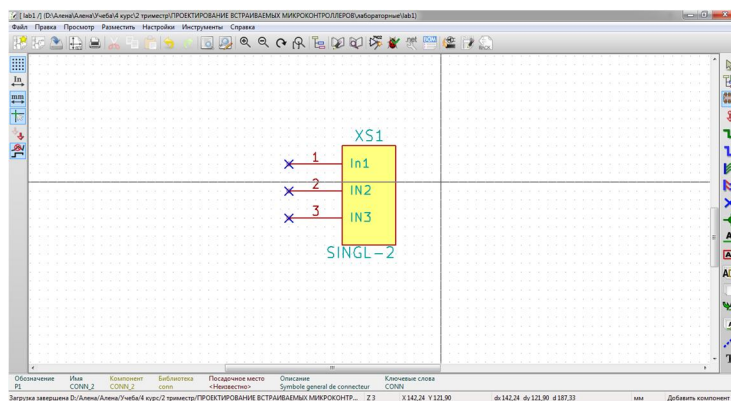

Рисунок 7 – Встановлення прапора «не пов'язано»
29. Натисніть на іконку Розмістити прапор «не пов'язано» в правій інструментальній панелі. Натисніть на висновки 1,2,3. На них з'явиться X, що означає, що відсутність провідного з'єднання навмісно (рис. 7).